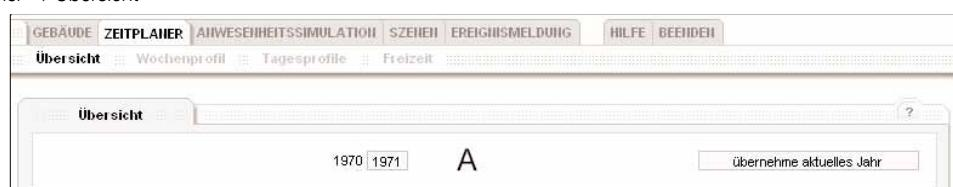

Bild 62: Tutorium Zeitplaner: Jahreskalender nicht initialisiert
In Bild 62 ist zu erkennen, dass der Jahreskalender mit einem abweichenden Datum läuft (A). Mit Betätigen der Schaltfläche **übernehme aktuelles Jahr** wird der Kalender abgeglichen.